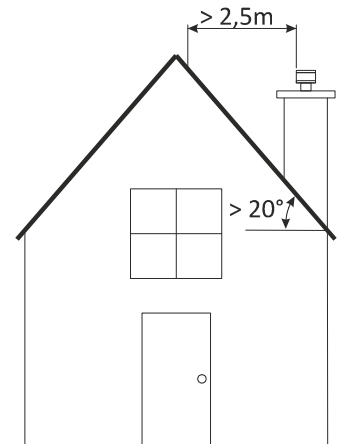

Figura 10
- La parte superiore del camino deve essere come minimo un metro al di sopra della parte più alta (vertice) del tetto. Questa esigenza può essere evitata nel caso di un tetto con pendenza superiore a 20° , se la terminazione del camino si trova a una distanza orizzontale al tetto superiore a 2,5 metri, come nella *figura 10*.